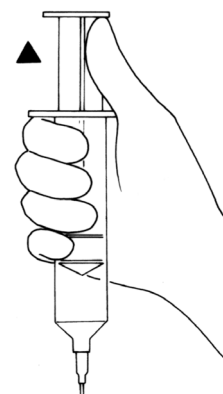

Figure 4-3a. Aspirer de l'air
5. Aspirer tout l'air restant dans le ballon jusqu'à sentir une résistance au niveau du piston de la seringue. (**Figure 4-3a**)